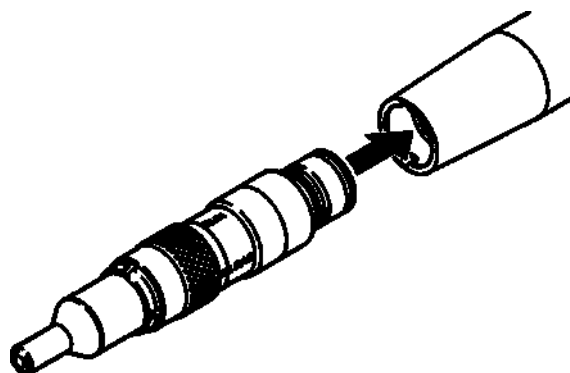

Рис. 1 – Установка патрона
1. Установите патрон в рукоятку до щелчка (Рис. 1).